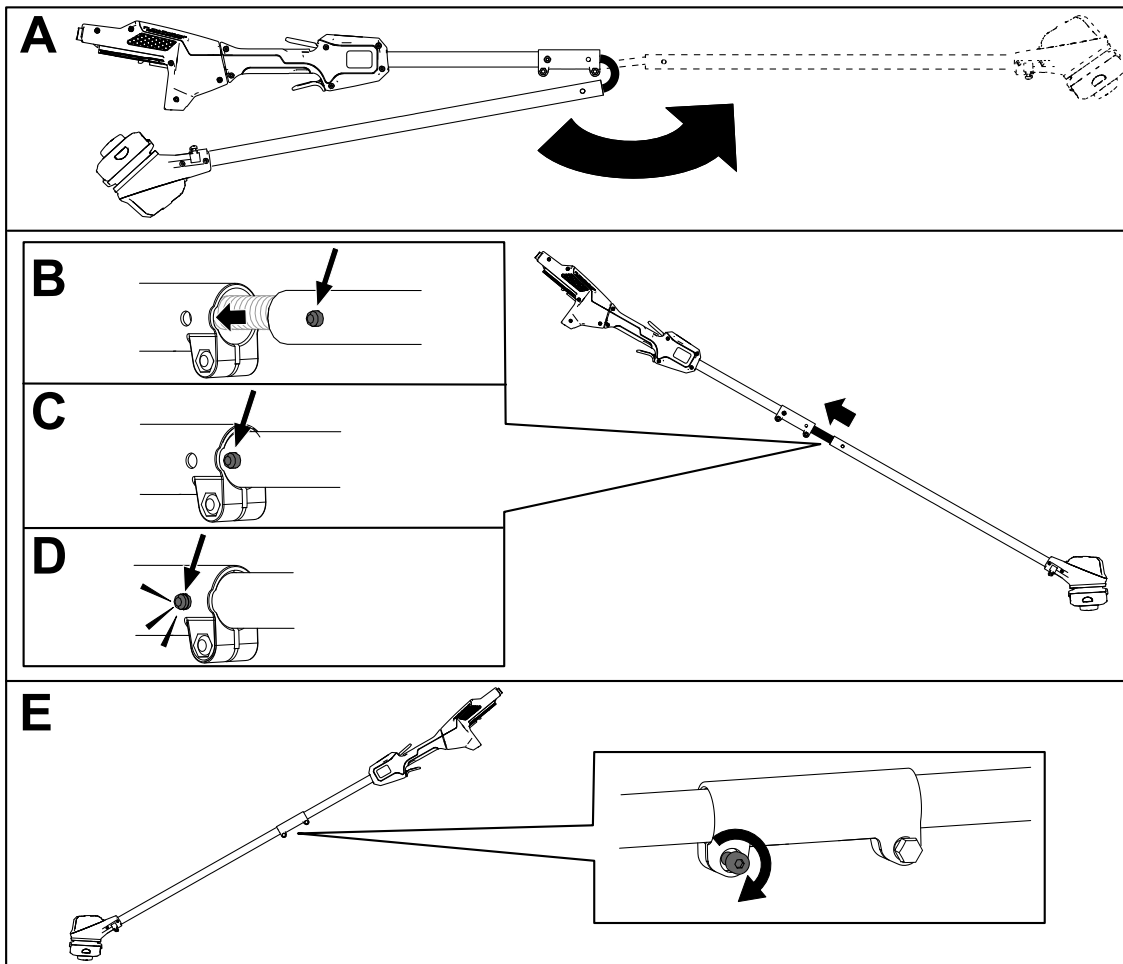

Figure 3
1. Dépliez le manche (A de la Figure 3).
2. Alignez le bouton de verrouillage de la moitié inférieure du manche et le trou dans la moitié supérieure, et emboîtez-les 2 moitiés ensemble (B et C de la Figure 3).
**Remarque:** Le bouton de verrouillage s'enclenche dans le trou quand les deux moitiés du manche sont correctement emboîtées (D de la Figure 3).
3. À l'aide de la clé Allen fournie, serrez la vis sur le connecteur du manche jusqu'à ce qu'il soit bien fixé (E de la Figure 3).